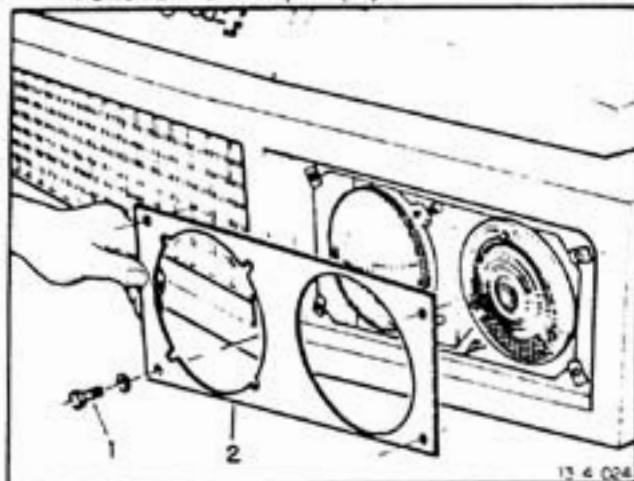

FIGURA 10
3. Para substituir a lâmpada da lanterna, removê-la do soquete (3) e instalar uma nova, verificando seu perfeito assentamento. Usar lâmpada Philips 12929, 12 V, 4 W.
6. Montar o aro de fixação com a mola cônica, pressionando-o e girando-o até que encaixe no farol (1).
8. Montar o soquete (3) com a lâmpada da lanterna observando seu perfeito assentamento no farol (1).
9. Conectar a tomada (2) e forçar o farol com as mãos contra seus suportes plásticos, até que os três pinos tenham encaixe perfeito.
10. Montar a tampa (2) e fixá-la com os parafusos (1). (Ver figura 10).